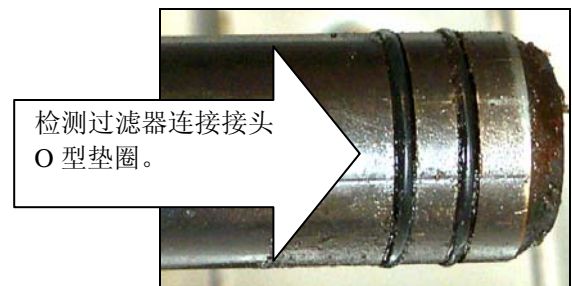

图 7
3. 检测滤盘连接接头，确保两个 O 型垫圈存在，并且性能良好。（参见图 7）